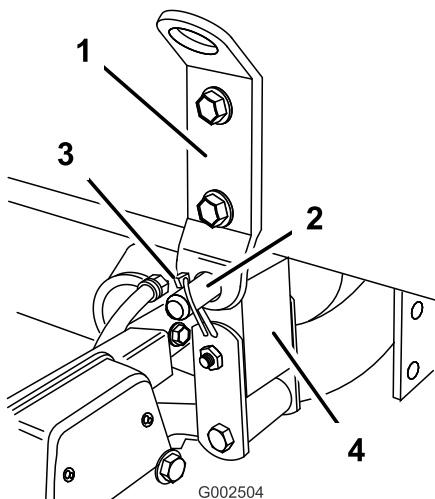

Figura 21
- Allineate la barra di articolazione della parte posteriore del gruppo del telaio di supporto del serbatoio con l'apertura nella parte terminale del telaio del veicolo (Figura 21).
- Installate un perno con testa (3/4 pollici) e due acciarini sulla barra di articolazione per fissare il gruppo serbatoio al telaio (Figura 21).
- Controllate che il telaio di supporto del serbatoio e il telaio del veicolo siano allineati. Se necessario allentate leggermente i bulloni che fissano la barra di articolazione al telaio di supporto del serbatoio (Figura 21). Sollevate il gruppo serbatoio fin sopra il telaio del veicolo quanto basta per allinearli e poi abbassarlo nella giusta posizione. Serrate i bulloni sulla barra di articolazione una volta che il telaio di supporto del serbatoio è allineato con il telaio del veicolo.